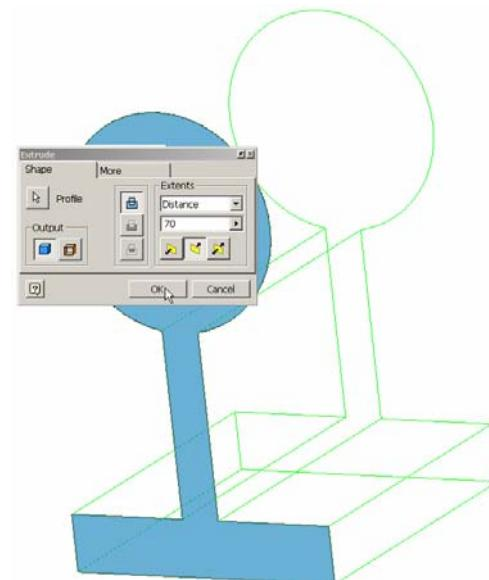

Figura 2.11.3.
- din lista **Extents** - opțiunea **Distance** - distanța de extrudare **70**, figura 2.11.3.
Prin click stânga mouse se selectează fața modelului afișată în culoarea de selecție în figura 2.11.3 și se lansează o nouă schiță, prin tasta **S**, pentru a marca centrul găurii $\Phi 36$.